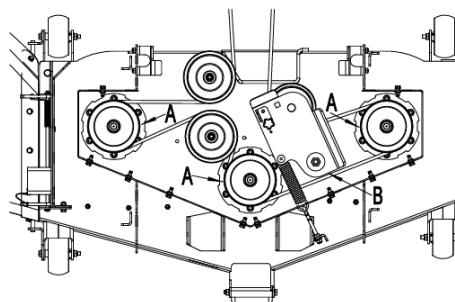
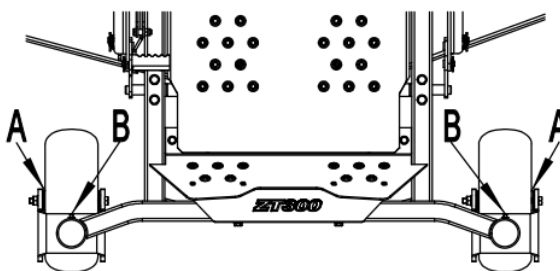

Fig. 10
Fig. 11
autour des pièces, en particulier lorsque vous travaillez dans des zones sablonneuses. Consultez les illustrations d'accompagnement (Fig. 10 et Fig. 11) pour les points de fréquence de lubrification.
- La lame de la tondeuse doit avoir un tranchant maximal de 1/64" (0,40 mm) (B, Fig. 11) ou moins.